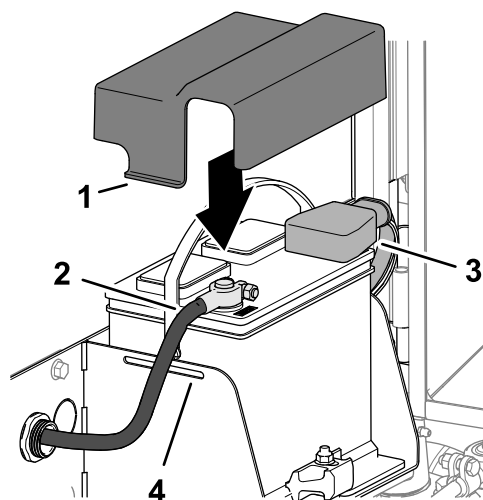

Figure 128
1. Branchez le câble positif (rouge) de la batterie sur la borne positive (+) de la batterie (Figure 128).